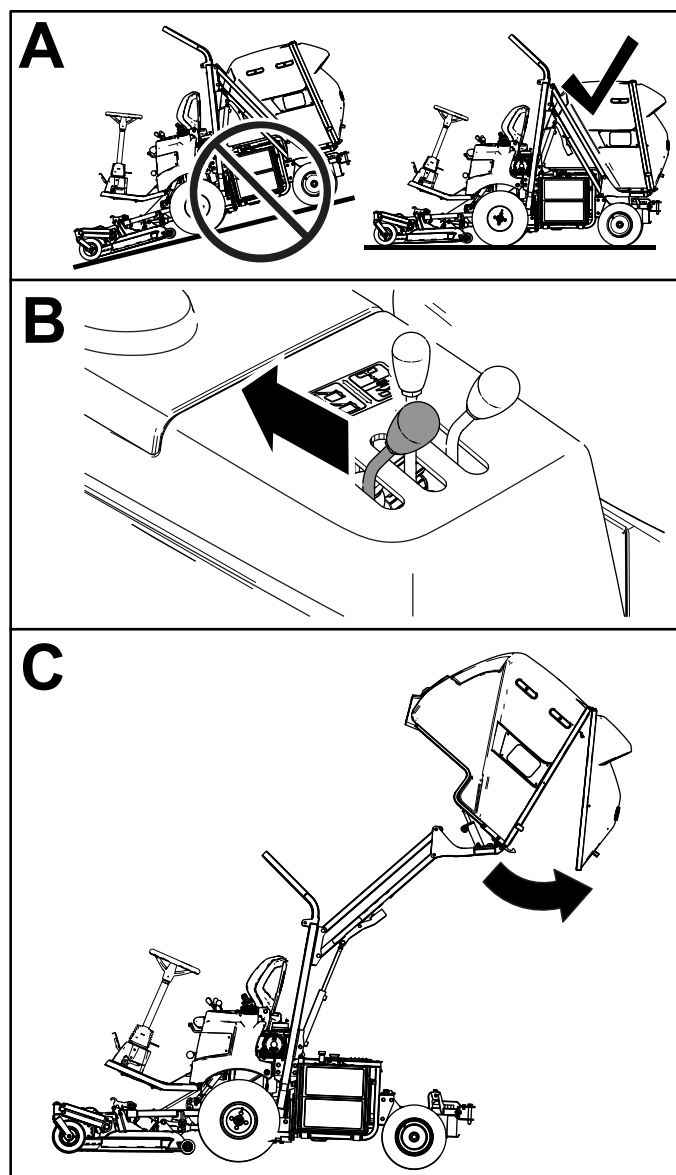

Figura 25
2. Mueva la palanca de volcado de la tolva hacia atrás para volcar los recortes de la tolva (Figura 25).